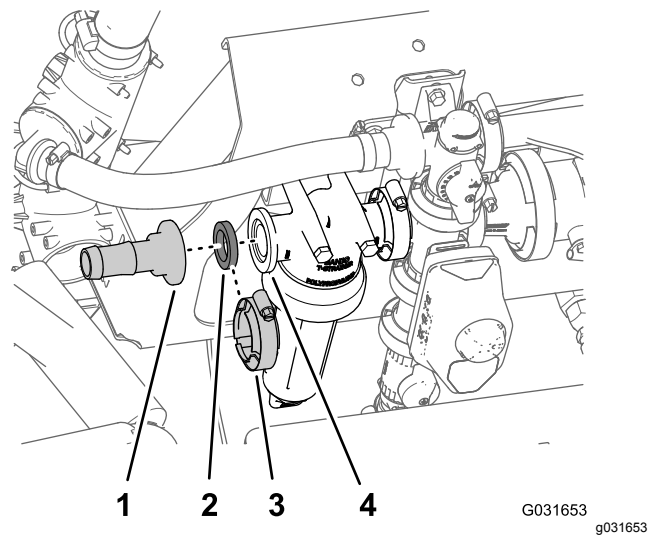

图 221
- 拆下将直通宝塔接头和垫片固定到滤头法兰的法兰夹具并取下接头图 221。